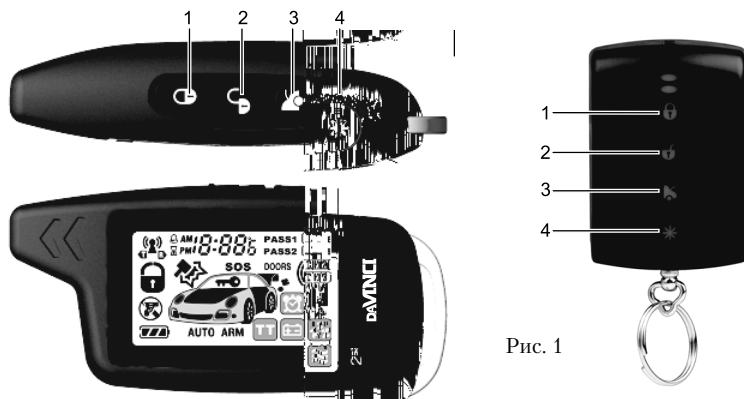

Рис. 1
- Нажмите и удерживайте кнопку 1 (см. рис. 1) первого передатчика, до тех пор, пока Вы не услышите длинный сигнал сирены, подтверждающий, что программирование первого передатчика закончено (каналы передатчика будут запрограммированы автоматически). При этом СИД начнет редко мигать.
- Нажмите и удерживайте кнопку 1 (см. рис. 1) второго передатчика, до тех пор, пока Вы не услышите длинный сигнал сирены, подтверждающий, что программирование второго передатчика закончено. При этом СИД начнет редко мигать.
- Нажмите кнопку 1 (см. рис. 1) первого брелока-передатчика. Система подтвердит запись нового кода брелока в память звуковым сигналом;
- Нажмите кнопку 1 (см. рис. 1) второго брелока-передатчика. Система подтвердит запись нового кода брелока в память звуковым сигналом;
- Затем в течение 2 сек дважды нажмите кнопку CH2 брелока-передатчика (см. рис. 1).